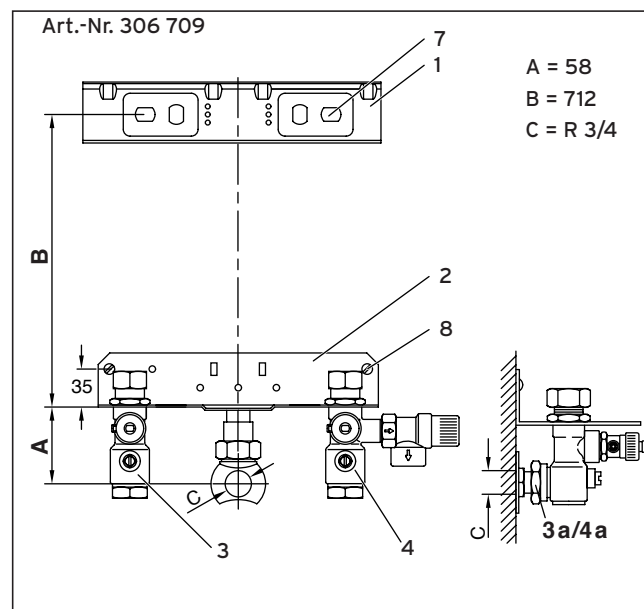
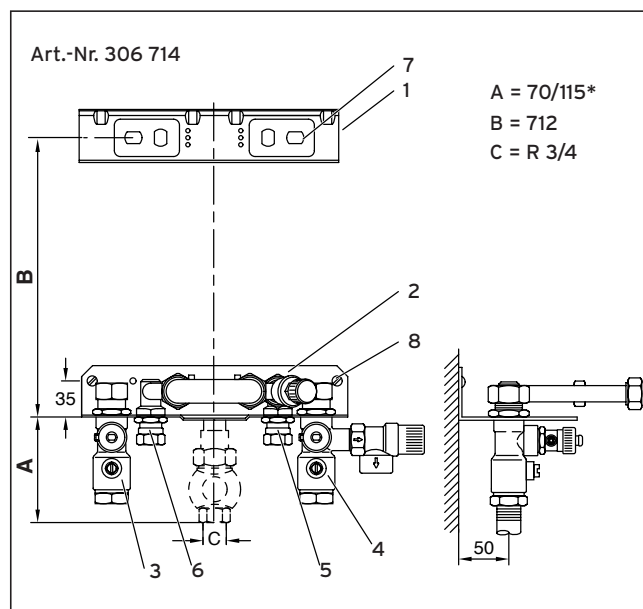

Abb. 3.5 Anschlusskonsole VC (Unterputzinstallation)
Abb. 3.7 Anschlusskonsole VCW (Aufputzinstallation)
Legende zu Abb. 3.5 und 3.6
- Ermitteln Sie mit Hilfe der dem Gerät beiliegenden Montageschablone die Befestigungsbohrungen für den Halter (1) und die Anschlusskonsole (Zubehör) (2) (s. Abb. 3.5, 3.6 und 3.7).
- Befestigen Sie den mitgelieferten Halter (1) an der Wand.
- Montieren Sie die Anschlusskonsole (2).
- Setzen Sie das Gerät von oben auf den Halter auf, und führen Sie gleichzeitig die Anschlussrohre für Heizungsanlauf (3) und -rücklauf (4) in die entsprechenden Anschlüsse an der Anschlusskonsole ein.
- Zusätzlich bei Geräteausführung VCW: Montieren Sie die Leitungen für Kaltwassereinfluss (5) und Warmwasserauslauf (6) an der Unterseite des Gerätes (s. Abb. 3.7).